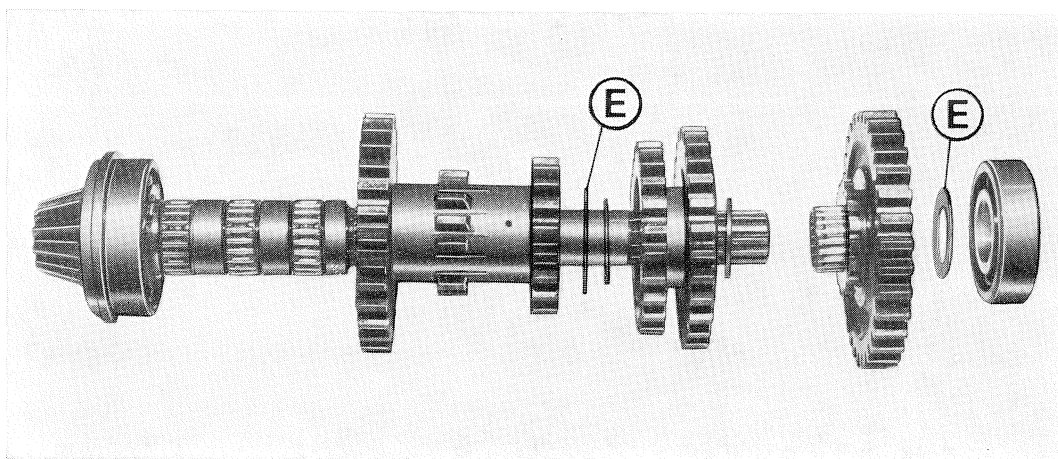

Fig. 26
N.B. - All'atto del rimontaggio del pignone conico, fare molta attenzione alla disposizione delle gabbie a rullini e dei distanziali come illustrato nella fig. 26.